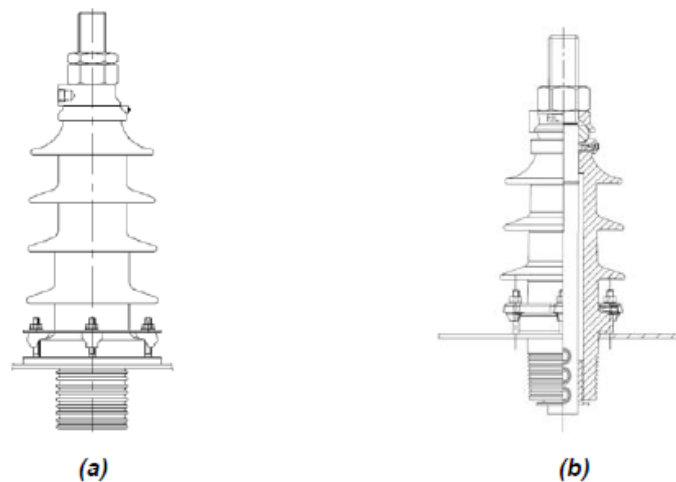

Figura 11 - a) Exemplo de bucha sólida DIN - fabricação WEG; b) Exemplo de bucha sólida DIN - fabricação COMEM
Buchas de média e alta tensão, classes de tensão de 15, 24,2 e 36,2 kV e correntes nominais de 250, 630, 1.000, 2.000 e 3.150 A, fabricadas pela WEG conforme a **Figura 11 a)**.
* Podem ser fornecidas quando forem solicitadas tensão, corrente ou características especiais diferentes do padrão de fabricação da WEG. Ver **Figura 11 b)**.